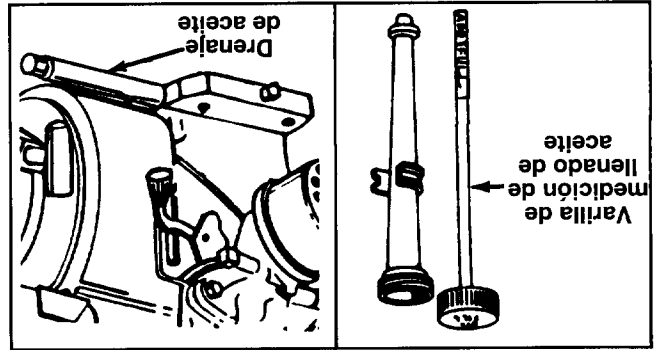

FIGURA 12.
- Retire la tapa de drenaje de aceite. Refiérase a la figura 12. Vierta el aceite en un recipiente apropiado.
- Use el aceite para motor provisto. Retire la varilla de medición de llenado de aceite. Vea la figura 12. Con la astilladora-aspiradora nivelada, use un embudo para llenar el motor con aceite a la marca FULL (LLENO) de la varilla de medición. La capacidad es de 20 onzas aproximadamente. Tenga cuidado de no llenar en exceso. La botella de aceite provista contiene 20 onzas de aceite. Inclíne la astilladora-aspiradora hacia la izquierda (desde atrás de la tolva), y a continuación nivele. Revise el nivel de aceite. Llene a la marca FULL de la varilla de medición si fuera necesario. Vuelva a colocar la varilla de medición y ajuste.